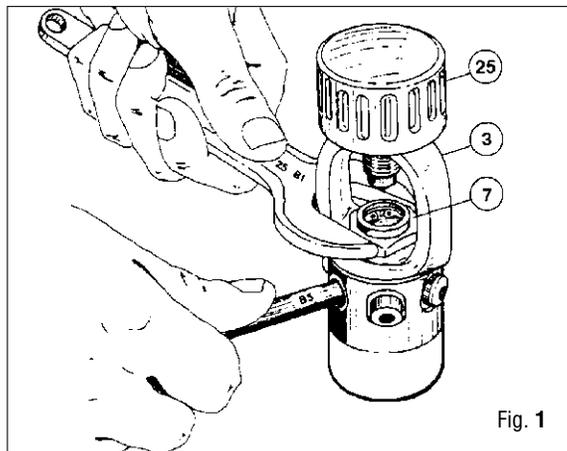

Fig. 1
2. Destornillar el hexágono de retén de la brida (69) con la llave especial (B-1) y quitar la brida (3) con el mando (25). (Fig.1)